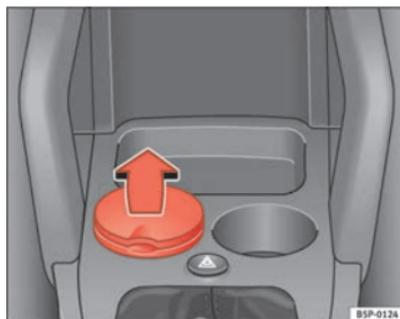

Fig.117 Cenicero alojado en portavasos delantero
- Para abrir el cenicero, levante la tapa ⇒ fig. 117.